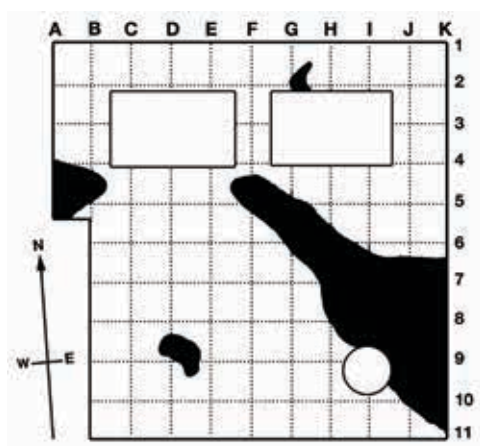

Figura 4. Segni del sistema della griglia
- Procedere muovendo il Dec Scanner lungo la linea immaginaria A e segnare la posizione sul grafico e sulla superficie del tetto se si desidera, quando viene indicata umidità. N.B. In questo test di prova, la posizione A4 è il primo punto di contatto di umidità (Figura 4).